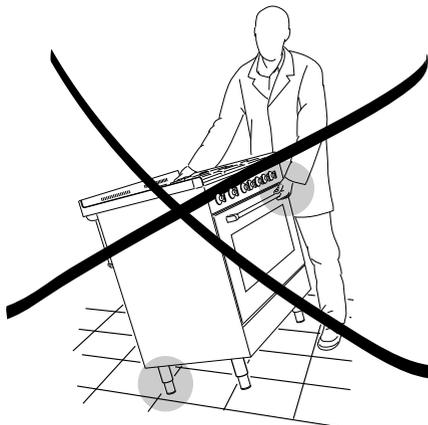

Fig. 8.5
**ATTENZIONE:** Non utilizzare la maniglia del forno per movimentare la cucina (fig. 8.5).